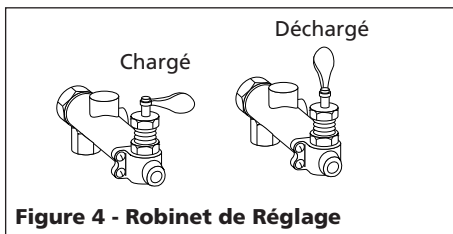

Figure 4 - Robinet de Réglage
2. Toujours mettre le levier articulé dans la position de déchargement avant le démarrage. (Voir la Figure 4).
2. Mettre le compresseur en marche et permettre que la pression atteigne la limite du robinet de réglage (Figure 4) qui est réglé à 1207 kPa pour un compresseur à deux étages et 862 kPa pour un compresseur à une étage. Le com-